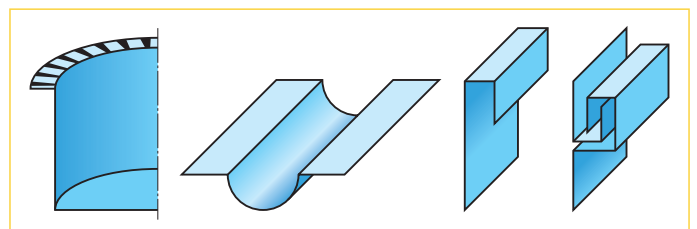

Bild 3: Umformen von Blechen
2.3 Bei der Blechbearbeitung kommen verschiedene Biegeformen zum Einsatz (**Bild 3**). Benennen Sie diese in der abgebildeten Reihenfolge.